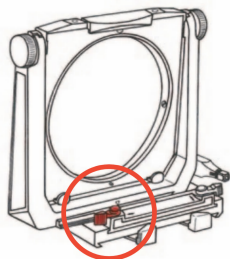

Fig. 2 - Décentrement latéral
2. Le décentrement latéral de l'objectif s'effectue en desserrant le levier de verrouillage [15] (Voir figure 2 en bas à gauche).